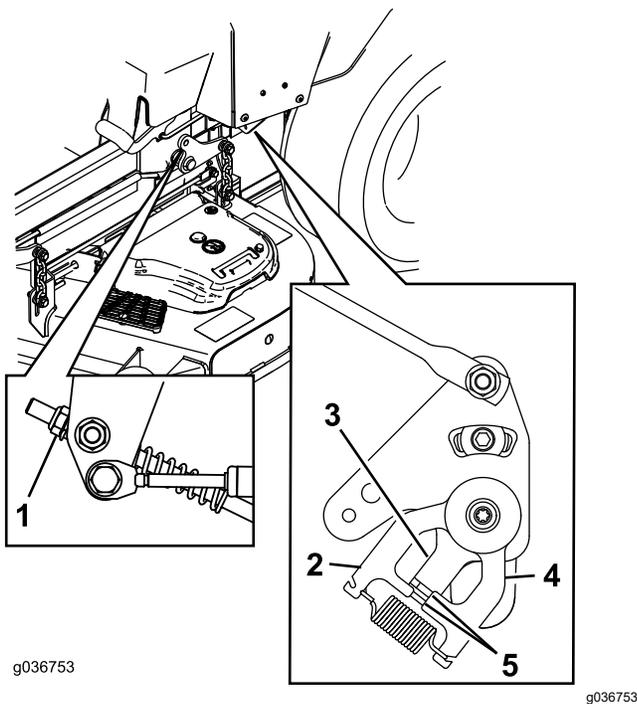

Bild 67
11. Stellen Sie die Länge der Pumpenschaltstange ein, indem Sie die Mutter in die entsprechende Richtung drehen, bis sich die Räder leicht rückwärts drehen (Bild 66 und Bild 67).